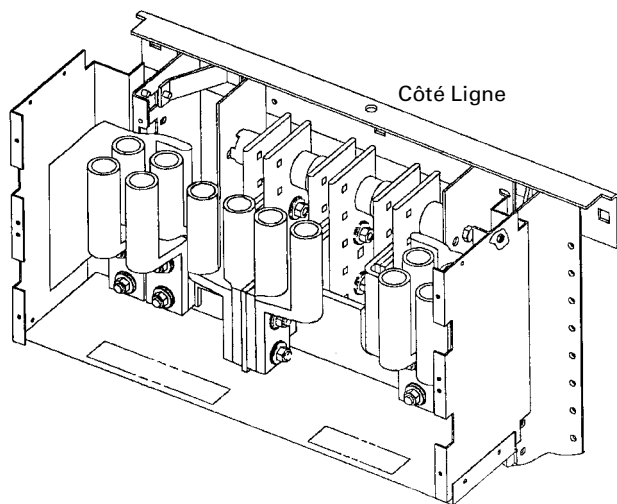

Figure 1. Orientation d'assemblage de la cosse.
1. Orienter la base des cosses avec les trous de câble faisant face à l'extrémité de la boîte estampée LINE ou vers le côté ligne de l'intérieur, tel qu'illustré à la Figure 1.